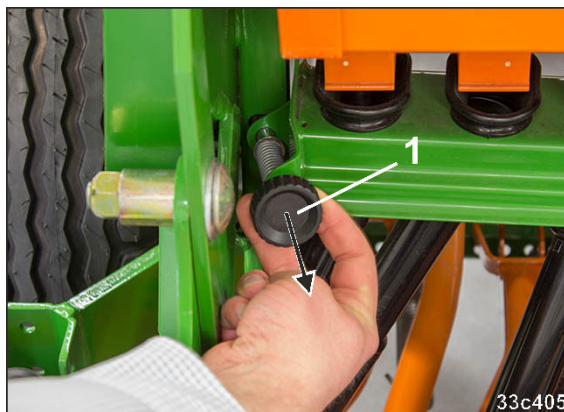

Fig. 131
1. Scoateți pârghia cu arc (Fig. 131/1) în lateral din blocaj.